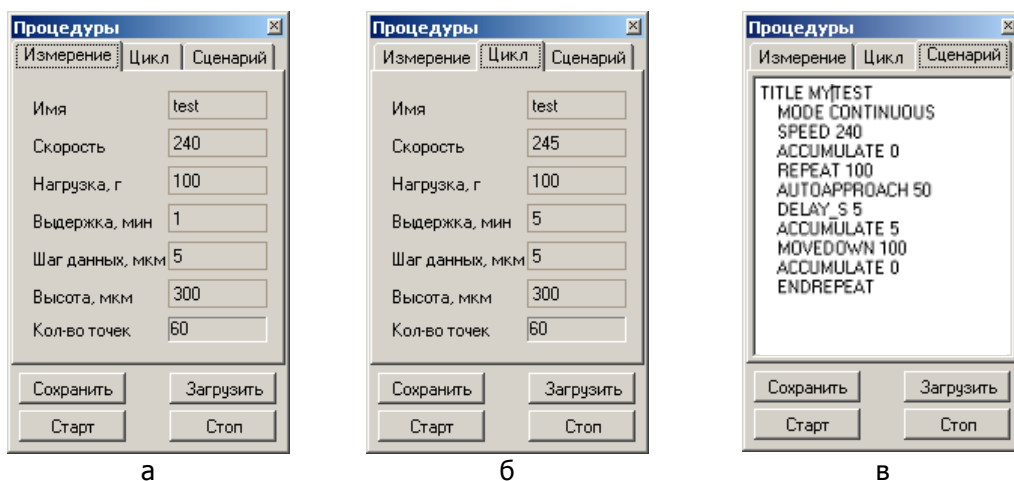
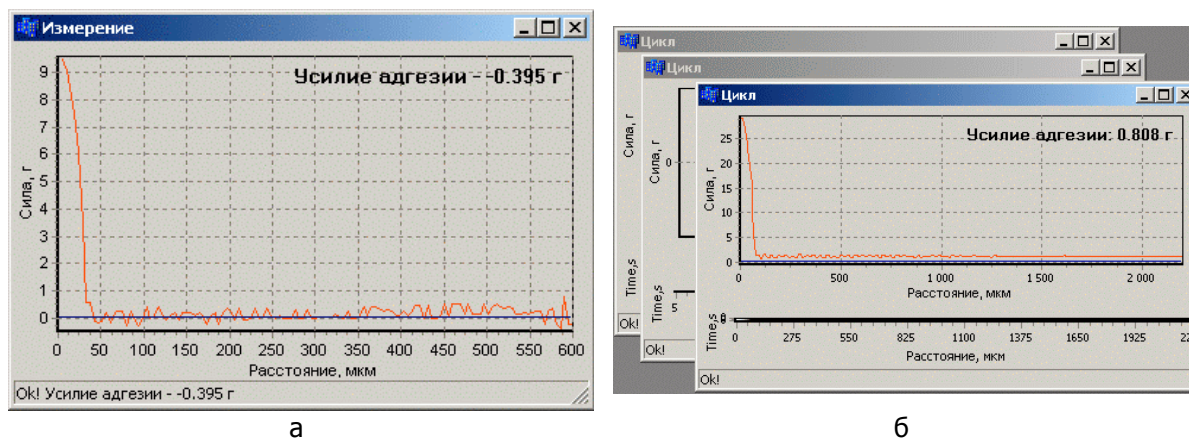

Рис. 13. Панель задач в режимах: а – одиночного измерения (Измерение); б – циклического измерения (Цикл); в – программируемого измерения (Сценарий).
Рис. 15. Окно измерения в режимах: а – одиночного измерения или режиме программируемых сценариев измерений; б – циклического измерения.
Режим одиночного измерения (Измерение) (активна закладка Измерение, рис. 13а)
Режим циклических измерений (Цикл) (активна закладка Цикл, рис. 13б)
Режим программируемых сценариев измерений (Сценарий) (активна закладка Цикл, рис. 13в)
8. Для сохранения и загрузки установок режима одиночного измерения или режима циклических измерений панели Процедуры воспользуйтесь кнопками в нижней части панели (рис. 13):
10. Запустить процесс измерения – нажать кнопку **Start** в нижней части панели Процедуры (Рис. 13). После запуска процесса измерения на экран будет выведено окно визуализации Измерение (Рис. 15) в котором можно наблюдать за процессом измерения. В правой верхней части окна выводится значение усилия адгезии, оцениваемое по усилию отрыва индентора от образца при отводе.
11. В режиме одиночного измерения или режиме программируемых сценариев измерений, при завершении процесса отрыва будет выведено соответствующее сообщение в строке состояния (внизу окна Измерение). Для остановки процесса измерения в режиме циклических измерений (Цикл), нажмите кнопку **Stop** в панели Процедуры (Рис. 13).